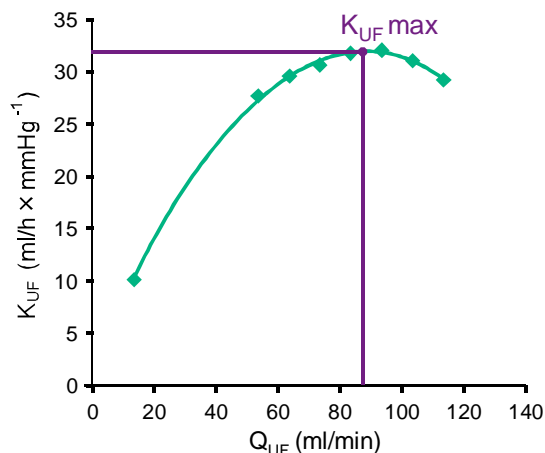

Fig. 11-25 Princípio da determinação da K_{UFmax}
Para o cálculo da K_{UF} (consulte também a secção 13.10 Fórmulas (437)), o equipamento define o fluxo convectivo Q_{UF} , mede a PTM e calcula o coeficiente da ultrafiltração K_{UF} . A determinação da K_{UF} para valores Q_{UF} diferentes confere uma função parabólica típica (Fig. 11-25): a K_{UF} aumenta primeiro, até ao vértice da parábola (valor máximo) e, de seguida, reduz se a Q_{UF} continuar aumentada. Ao ajustar os valores determinados a uma curva de regressão ($f(x) = Ax^2 + Bx + C$), o coeficiente da ultrafiltração máximo (K_{UFmax}) e o fluxo convectivo correspondente (Q_{UF}) podem ser derivados.